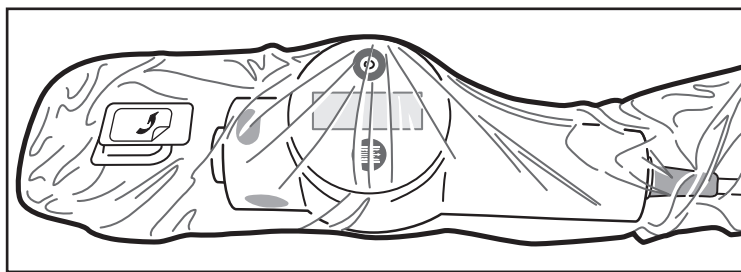

Figura 6. Sacchetto posizionato
7. Per posizionare il sacchetto, interrompere l'inserimento dell'unità di azionamento MDU5 PLUS nel sacchetto non appena il sacchetto avvolge completamente il dispositivo. Non è necessario che l'operatore in campo sterile faccia avanzare completamente l'unità di azionamento MDU5 PLUS fino alla piastra anteriore del sacchetto. La presenza di uno spazio tra la protuberanza dell'unità di azionamento MDU5 PLUS e la piastra anteriore sul sacchetto è normale (Figura 6).